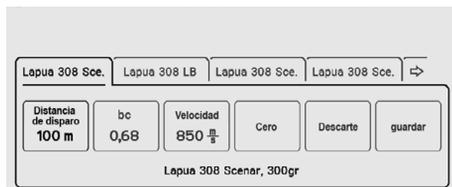

Fig. 5
5. Para cambiar al menú de configuración de la munición (fig. 5): Presione brevemente el botón de encendido/apagado (3/1) de nuevo.